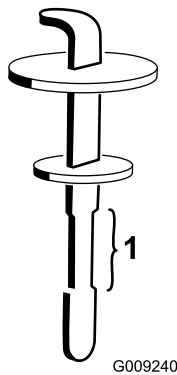

図 89
4. 補給口の首からディップスティックを抜き、ウェスできれいに拭く。もう一度首に差し込んで引き抜き、オイルの量を点検する。オイルの量が安全範囲にあれば適正である (図 89)。